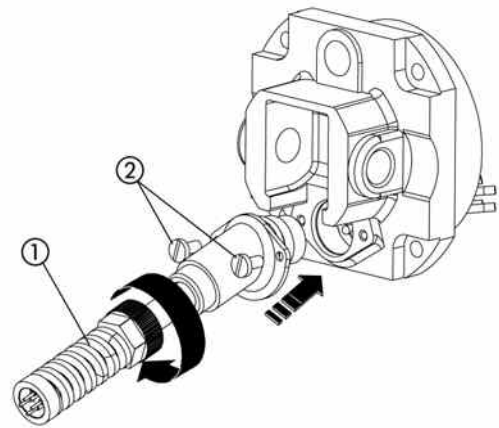

Рис. 11 А
11) Подготовьте защитный корпус и установите его на привод, как показано на Рис. 11.
Д) Установите защитное устройство для электрического кабеля (см. п. 1 на Рис. 11а).
12) Установите защиту для электрического кабеля (см. п. 1 на Рис. 11А).
- Подключите силовой кабель рабочего устройства (рис.11а).
- Закрепите винты (см. п.2 на Рис. 11а).